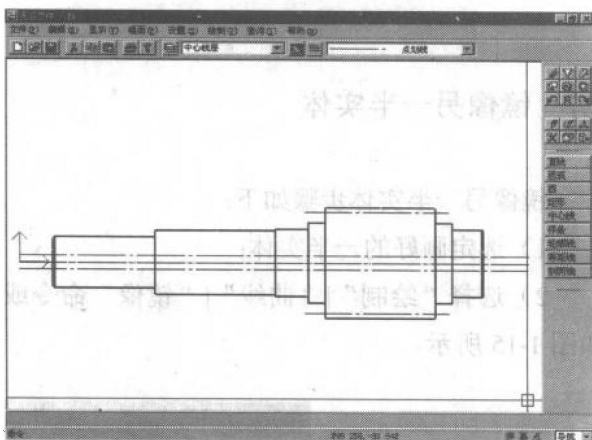

图 1-17 绘制键槽宽度线
其结果如图 1-17 所示。
1) 选择对象：（选择图 1-17 中最左端垂直线）；